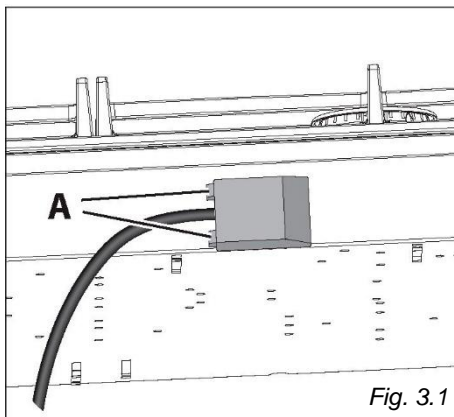

Fig. 3.1
- Desengate a tampa da placa de terminais, inserindo uma chave de parafusos nos dois ganchos "A" (fig. 3.1).